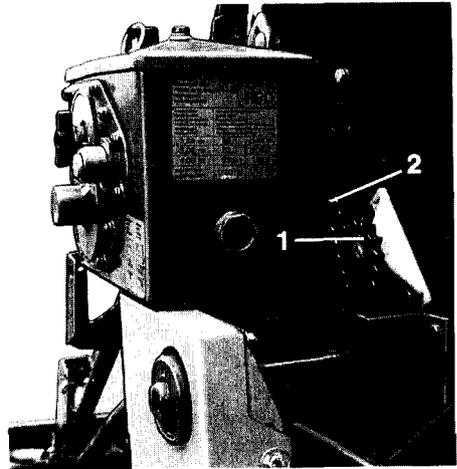

Fig. 119a
- Zu überprüfen ist, ob das Kettenritzel (Fig. 119a/1) stramm gegen die Rollenkette (Fig. 119a/2) gedrückt wird.